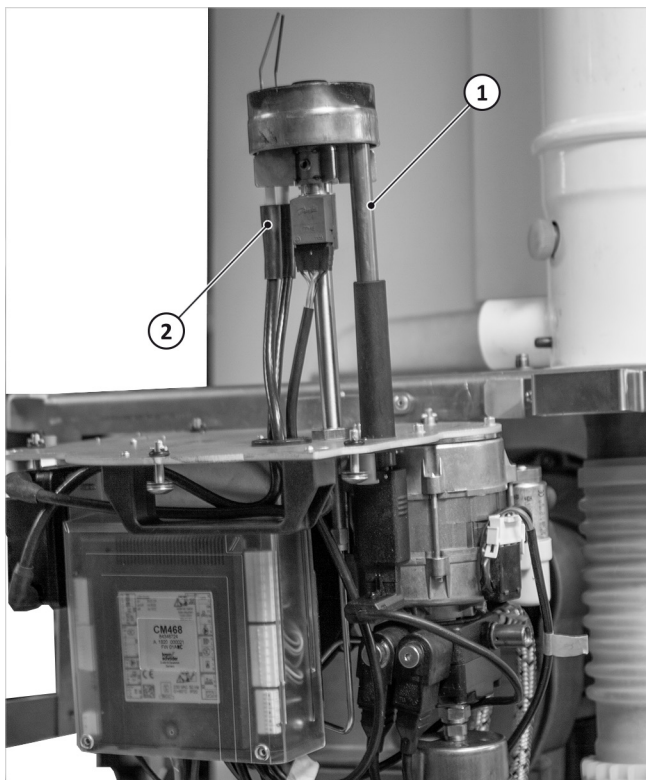

Abb. 21: Brenner an Konsole einhängen
1. Sichthülse abziehen, siehe → Abb. 21 (1).